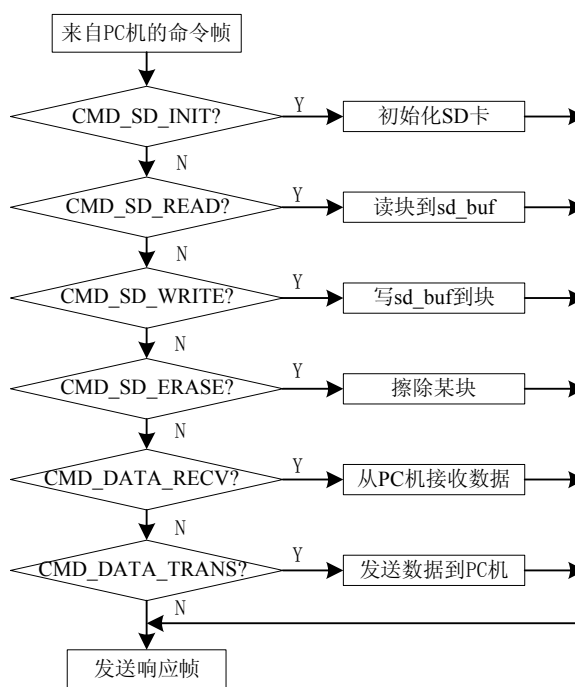

图 1.13 卡操作任务对命令帧的响应示意图
- (4) 在内存中开辟一片缓冲区 INT8U sd_buf[512]，大小为 520 字节（比 SD/MMC 卡的一个块大 8 个字节）。用于保存从卡中读到的数据或即将写进卡中的数据。
- (5) 根据以上四点，制定卡操作任务对 SD/MMC 卡进行初始化、读、写、擦的方法，其示意图如图 1.13 所示。
如图 1.13 所示，卡操作任务根据命令帧的第 1 个字节，执行下面的分支。